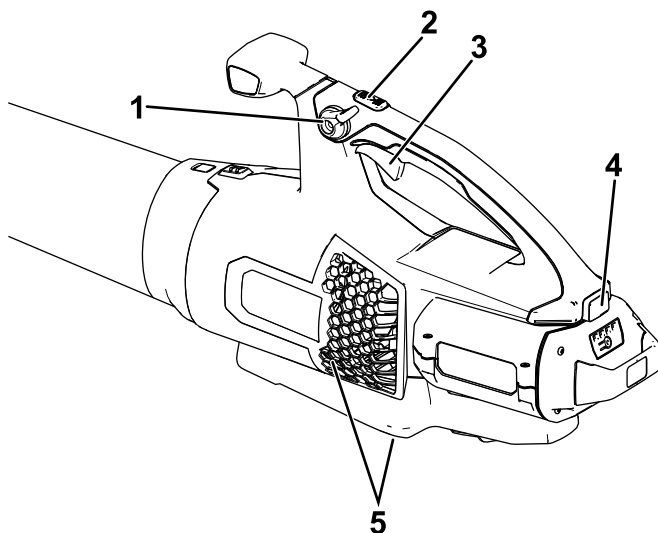

Figura 6
4. Per avviare il soffiatore, premete la levetta della velocità variabile (Figura 6).
Nota: Innestate il blocco della velocità per tenere la macchina accesa senza premere la levetta della velocità variabile (Figura 6).
Per ottenere le massime prestazioni (velocità dell'aria), premete completamente la levetta della velocità variabile, quindi tenete premuto il pulsante turbo boost per la quantità di tempo desiderata (Figura 6).
Per regolare la velocità dell'aria mentre il soffiatore è in funzione, utilizzate la levetta della velocità variabile (Figura 6).
Per mantenere la velocità dell'aria impostata, innestate il blocco della velocità (Figura 6).
Per arrestare il soffiatore, disinnestare il blocco della velocità (se in uso) e lasciare andare la levetta della velocità variabile (Figura 6).